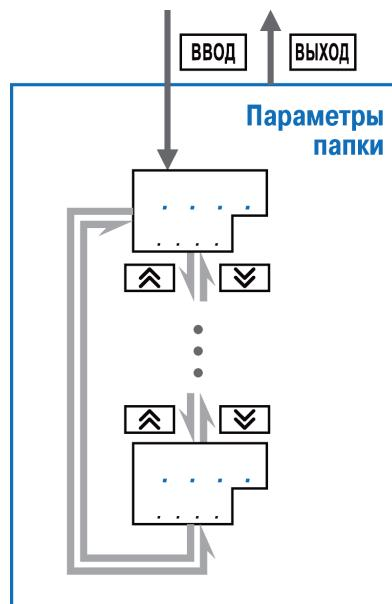

Рисунок 12.4 – Перемещение между параметрами
- Перемещение между параметрами (см. рисунок 12.4) осуществляется кнопками и () (циклически в любую сторону).